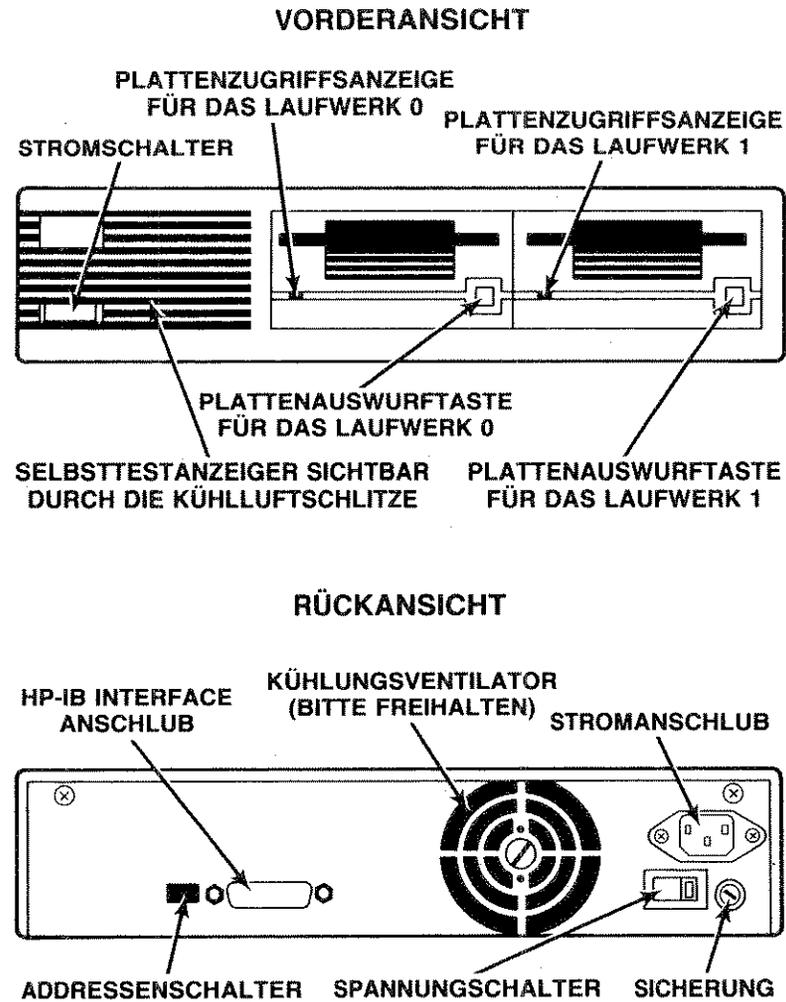

Abbildung 1: Vorder- und Rückseite des HP 9121/9122 Geräts
- Vergleichen Sie Ihr Plattenspeichergerät mit Abbildung 1